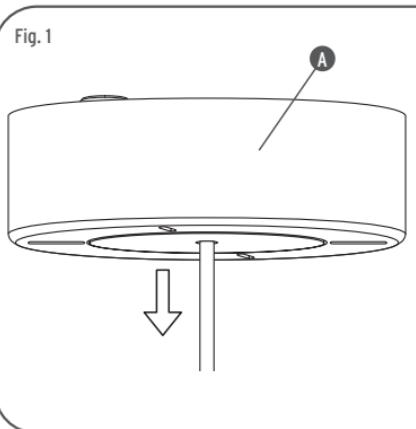
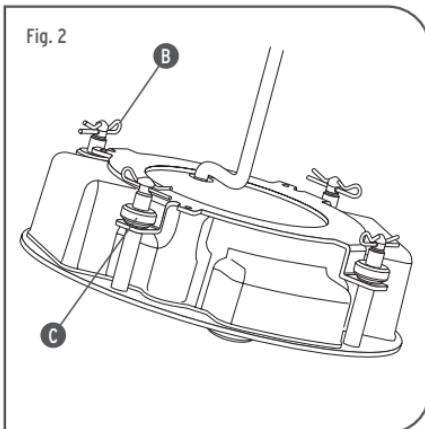

Fig. 1
Fig. 2
<IT> Fig.1 Smontare il copri rosone (A); Fig.2 Togliere le copigli di sicurezza (B) e svitare i dadi zigrinati (C).
<GB> Fig.1 Dismantle the rose cover (A); Fig.2 Remove the safety pins (B) and unscrew the knurled nuts (C).
<DE> Abb.1 Die Deckblende (A) abmontieren; Abb.2 Die Sicherheitsfederstecker (B) abnehmen und die gerändelten Muttern (C) aufschrauben.
<FR> Fig.1 Démonter le protège rosace (A); Fig.2 Retirer les goupilles de sécurité (B) et dévisser les écrous moletés (C).
<ES> Fig.1 Desmontar la placa de protección (A); Fig.2 Quitar las clavijas de seguridad (B) y destornillar las tuercas chagrinadas (C).
<PT> Fig.1 Desmontar o cobre copinha (A); Fig.2 Tirar as linguetas de segurança (B) e desaparafusar as porcas serrilhadas (C).
<RUS> Рис.1 Снять покрытие (A); Рис.2 Снять предохранительные штифты (B) и отвинтить гайки с насечкой (C).